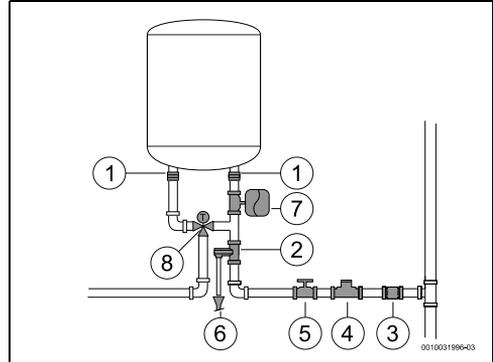

Fig. 10
- ▶ Se recomienda instalar una válvula termostática (fig. 10, [8]) en el tubo de descarga del aparato si se utilizan tubos PEX. Ajustarla para cumplir con el rendimiento del material usado.
- ▶ No instalar nunca accesorios (diferentes a los que se muestran en la fig. 10) entre la válvula de seguridad y la entrada de agua fría (lado derecho) del aparato.
- ▶ Instalar un reductor de presión (fig. 10, [4]). La válvula de seguridad se activará siempre que la presión de agua dentro del aparato se sitúe por encima de 8 bar (± 1 bar), por lo que será necesario planificar una forma para vaciar esta agua.
- ▶ Instalar un vaso de expansión (fig. 10, [7]) para impedir que la válvula de seguridad se abra con tanta frecuencia. El volumen del vaso de expansión debería ser equivalente al 5 % del volumen del aparato.